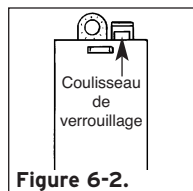

Figure 6-2.
- 5) Appuyer avec votre doigt sur le coulisseau de verrouillage comme à la **Figure 6-2** (vous devriez sentir un léger déclic).